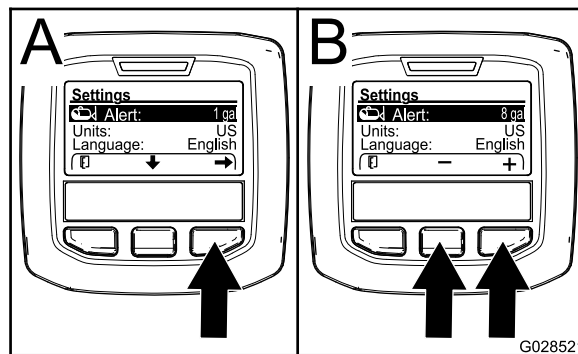

図 69
2. 中央ボタンを押して、警報Alert設定をハイライトさせる 図 69。
3. 右ボタンを押す 図 69。
4. 中央ボタンと右ボタンを使用して、散布中にタンク残量は何パーセントになったら警報を表示させるかの設定を行う 図 69。